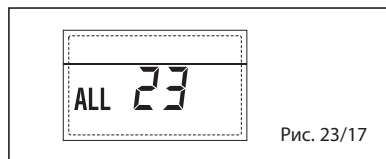

Рис. 23/17
– **СБОЙ СОВМЕСТИМОСТИ С СОЛНЕЧНОЙ УСТАНОВКОЙ «ALL 27» (рис. 23/21)**